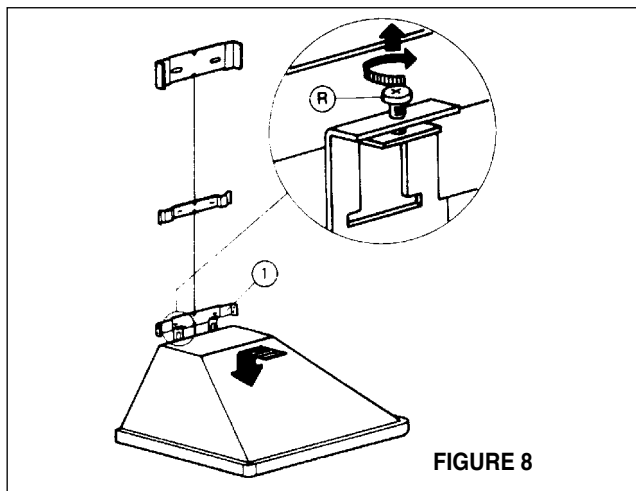

FIGURE 8
4. Tourner les vis (**R** dans la **FIGURE 8**) jusqu'à mi-longueur. suspendre la hotte à la fixation. À cause du poids de la hotte, deux personnes devraient la soulever afin d'éviter toute blessure. S'assurer que la hotte soit en place de façon sécuritaire sur les fixations.
5. La hauteur de la hotte peut être réglée en tournant les vis (**R**), tel qu'il est indiqué à la **FIGURE 8**. Elles servent également à s'assurer que la hotte est mise de niveau.